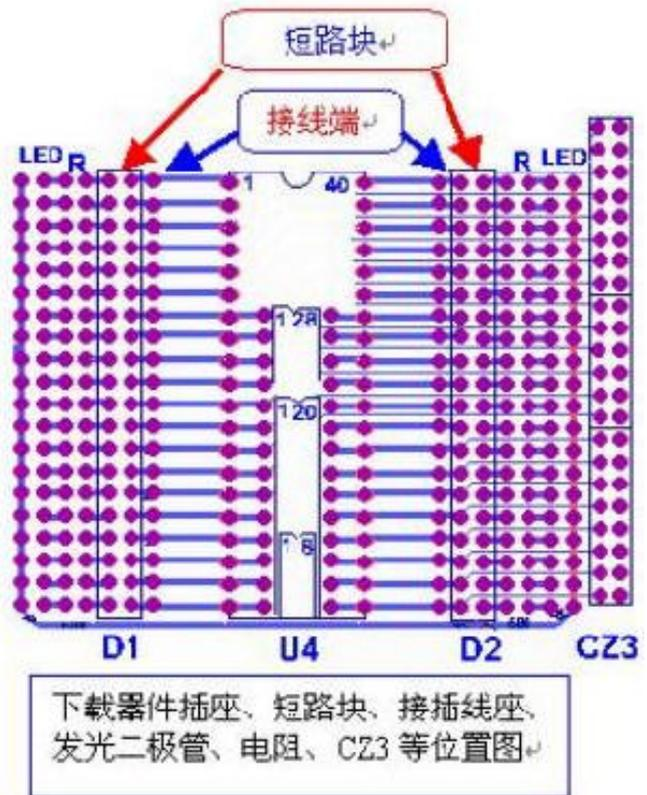

图 3.27
11. **D1、D2 短路块列**图 3.27 : 使单片机引脚作输出或输入用,插上短路块引脚作输出,用 LED 显示高低电平,低电平 LED 灯亮;不插短路块,器件引脚可作输入用或作其它用途,如电源引线等,
12. **U4** 图 3.27: 作为 AVR 单片机四种 DIP(DIP8/20/28/40)封装器件下载插座,器件插放时缺口向上,向下插座底部对齐;
13. **WR** 图 3.27: WR 划线电位器作为模拟信号输入用,两边分别接上 VCC、GND,中间头(VX)用连接线接到单片机作模拟信号输入脚(如 AIN1);